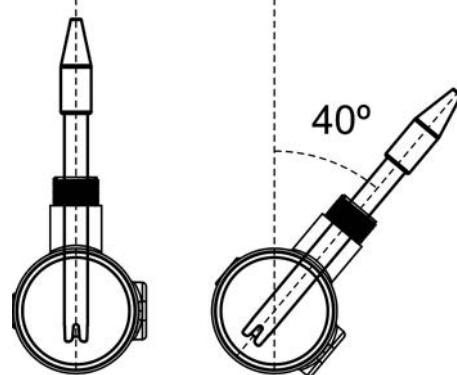

Fig. 13
4. Installez toujours les sondes de pH / ORP préféablement verticale ou avec une inclinaison maximale de 40° (Fig. 13).